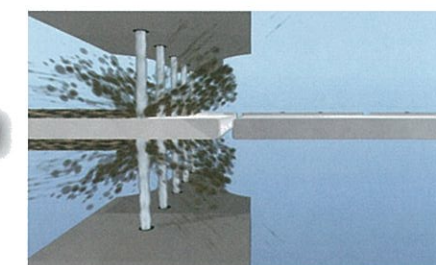

図2: カセット洗浄断面図
- 3 洗浄は通水をいったん停止して装置内部を排水し、次に洗浄スプレーシステム(図1参照)からの高圧ジェット水によるジェットスプレー(図2参照)をカセットに吹き付けて、カセット表面及び内部に堆積した微粒子を確実に除去します。